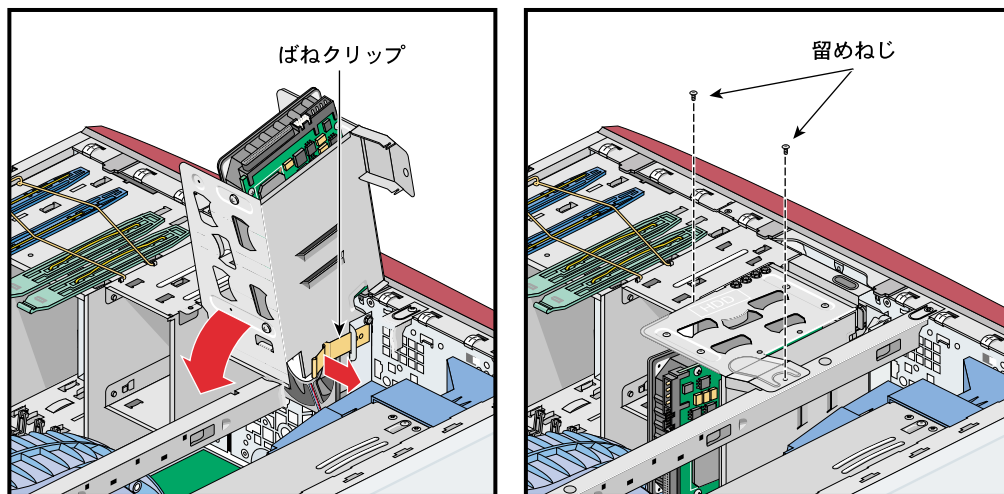

図 4-35 下段ドライブ・ケージを閉じる
6. ドライブ・ケージのラッチを解除し、ドライブ・ケージを筐体の中へ下向きに回転させます。続いて、ドライブ・ケージをシャーシに固定する2本のプラスねじを取付けます。図 4-35 を参照してください。
17. 下段ドライブ・ケージを閉じます。図 4-35 を参照してください。